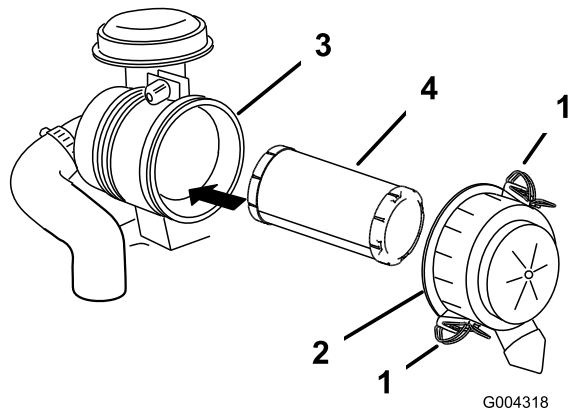

Рисунок 38
3. Освободите защелки воздухоочистителя и отделите крышку от корпуса воздухоочистителя (Рисунок 38).
5. Осторожно извлеките фильтр из корпуса воздухоочистителя (Рисунок 38).